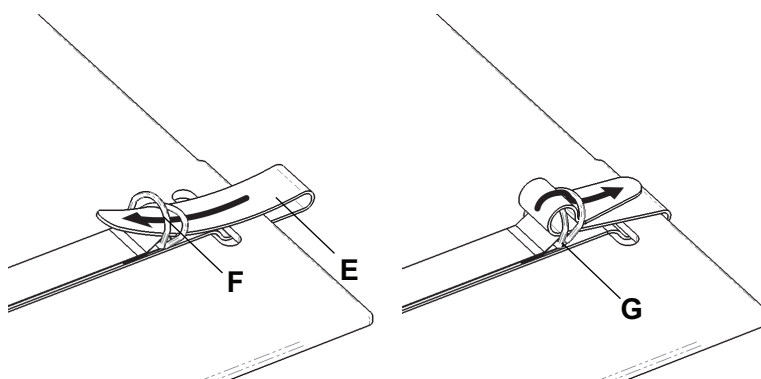
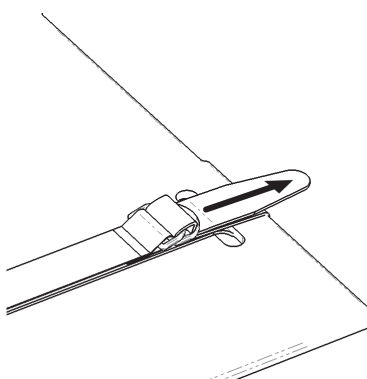

Figura 3 – Correia de fixação
Figura 4 – Puxe a correia de fixação
9. Coloque a correia de fixação (E) através dos anéis em D (F), (Figura 3).
10. Aperte a correia de fixação entre os anéis em D (G) (Figura 3). Puxe a tira de fixação até estar segura (Figura 4).